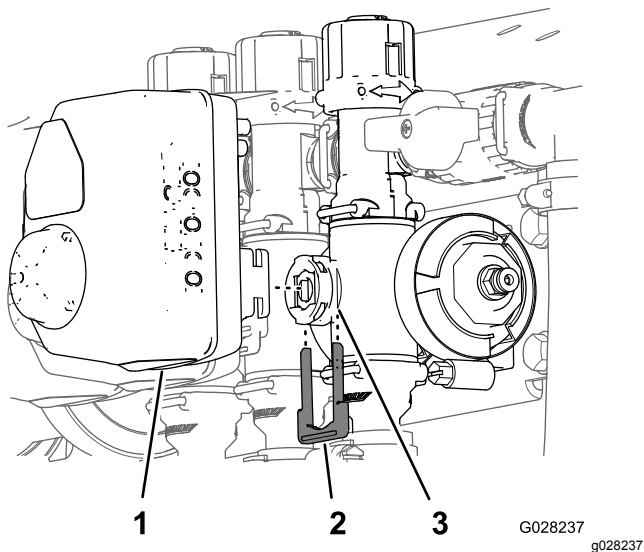

Figura 61
3. Rimuovete il fermo che fissa l'attuatore alla valvola del collettore per la valvola di controllo del volume, dell'agitatore, principale delle sezioni o di sezione (Figura 61).